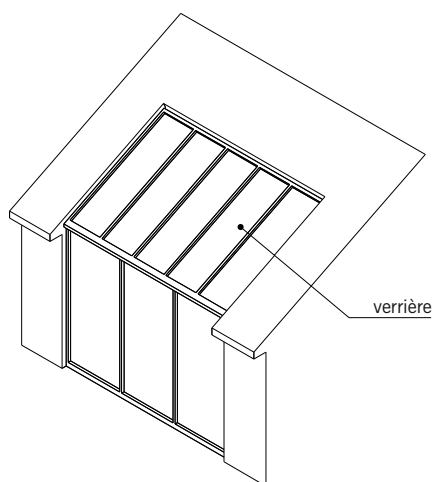
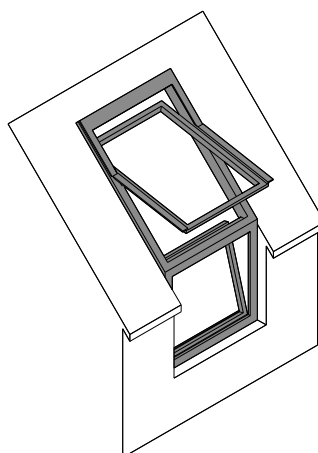

fig. 6.9
fig. 6.10
■ **La verrière** : partie de toit vitrée et composée d'un cadre souvent métallique et de remplissages en verre. Par extension, ce mot désigne aussi des ouvrages plus importants, similaires aux vérandas, dont la partie supérieure inclinée est incorporée au toit, en totalité ou en partie (fig. 6.9). Ce terme s'applique aussi aux ouvrages constitués de deux fenêtres assemblées, l'une verticale, fixe ou ouvrante, située en façade et l'autre oblique placée en toiture (fig. 6.10).